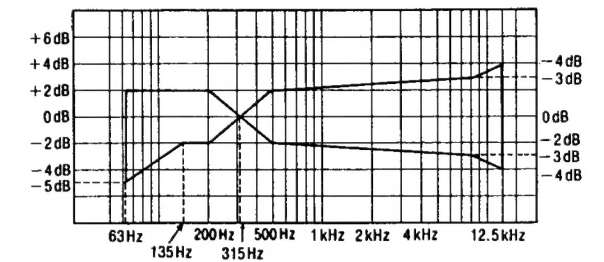

Fig. 6
- 2.Asegurarse de que la respuesta de frecuencia esté dentro de la gama mostrada en la Fig. 6 para ambos CH-I y CH-D.